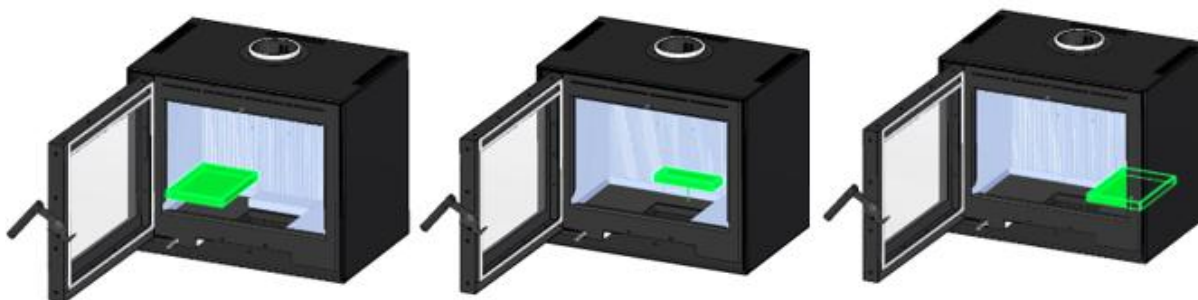

Figure 15 – Retrait de la thermotte du fond
3. Retirez les 3 morceaux de thermotte du fond, en les déplaçant vers le haut et en les retirant de l'équipement, voir Figure 15.